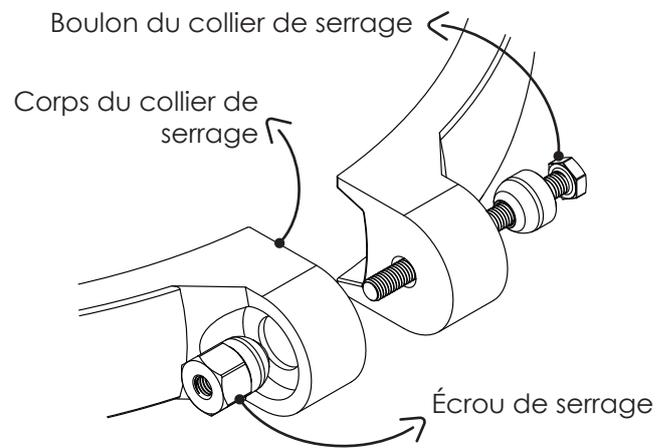

Figure 10
2. Assemblez le corps du collier de serrage autour du corps du filtre. (Voir Fig 10)